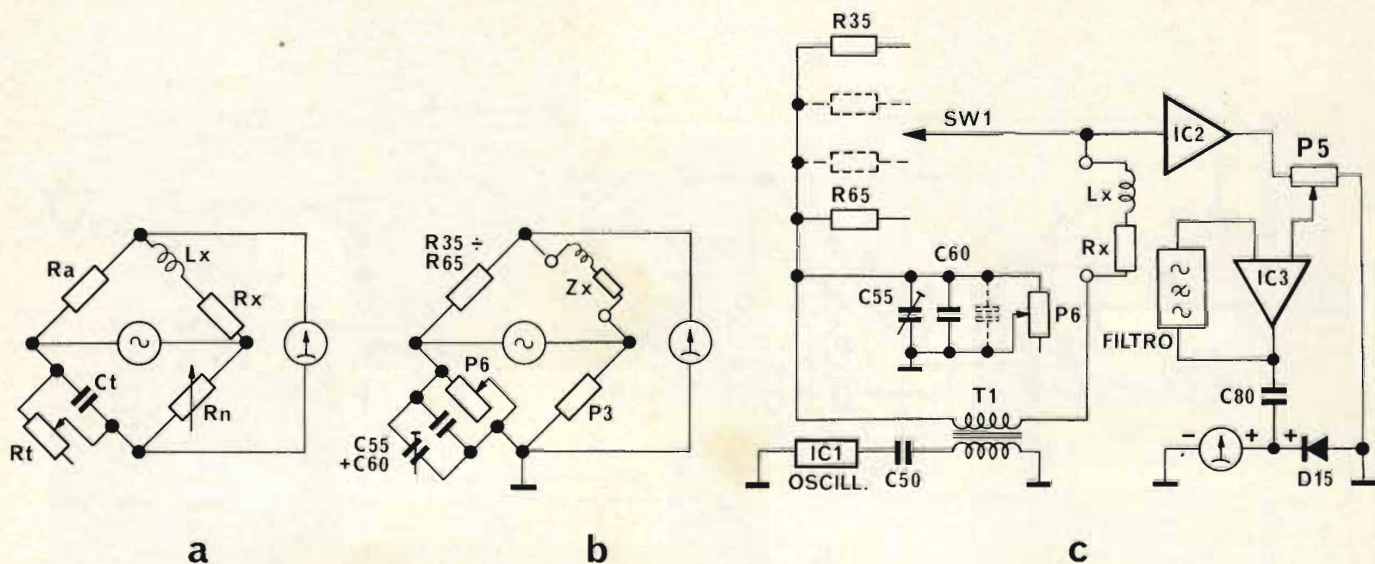

Fig. 3 - Misura delle induttanze.
Misura delle induttanze (Fig. 3)
Un ponte costruito secondo lo schema di fig. 3 si chiama «ponte di Maxwell».
Il valore R_x che si vede disposto in serie all'induttanza nella fig. 3 dipende dal coefficiente di bontà (Q) della bobina, e viene equilibrato e quindi eliminato dalla manovra di R_t ossia del potenziometro P6.